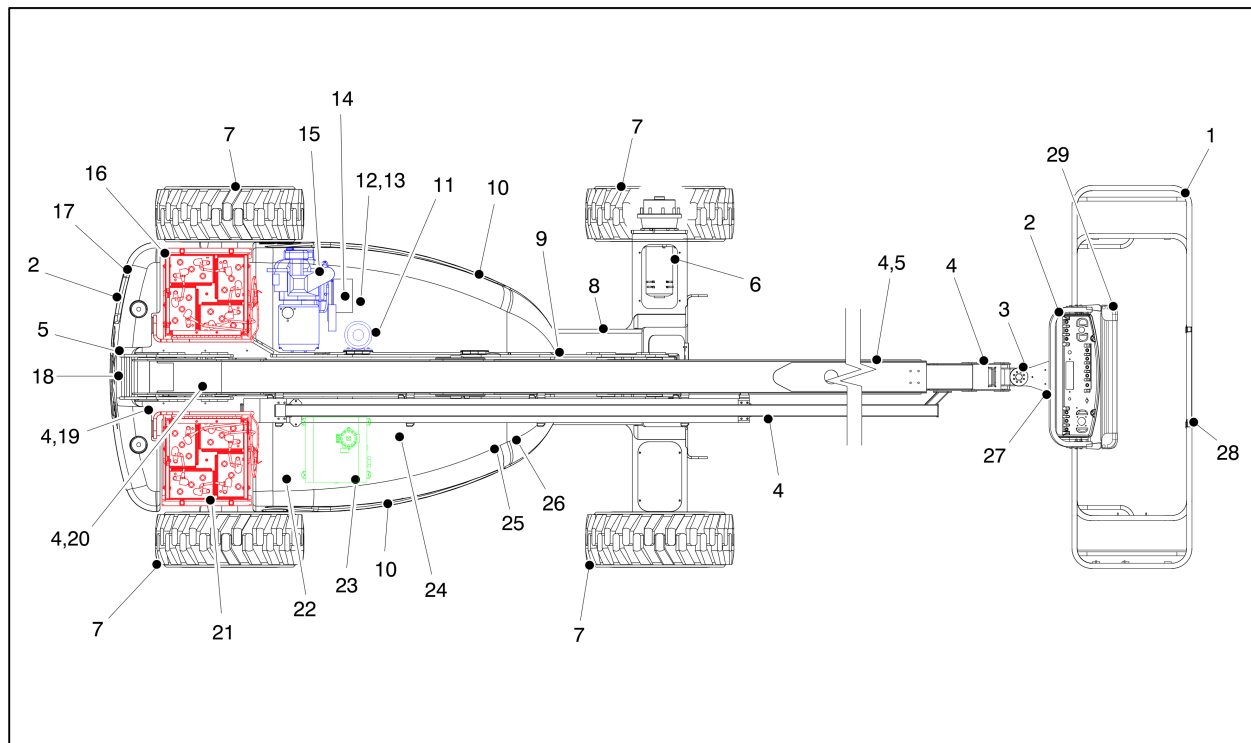

Fig. 2-4. Daglig rundvandningsinspektion – blad 1 av 4
- 4. "Rundvandrings"-inspektion** – se Fig. 2-4., Fig. 2-5. och Fig. 2-7.